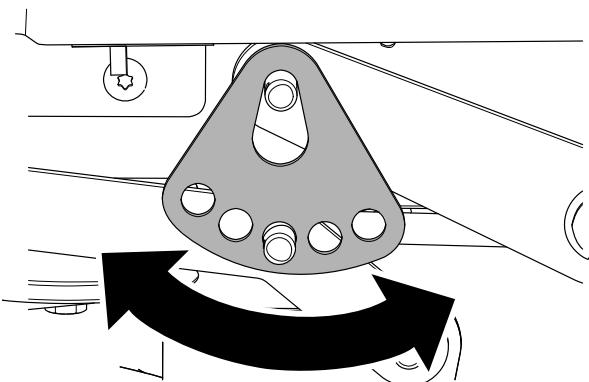

Bild 70
7. Drehen Sie die Schnithöhenplatte in ein anderes Loch, so dass sie das Gewicht des Mähwerks nach der Montage der Platte trägt (Bild 70).
8. Montieren Sie die Unterlegscheibe und den Splint (Bild 70).